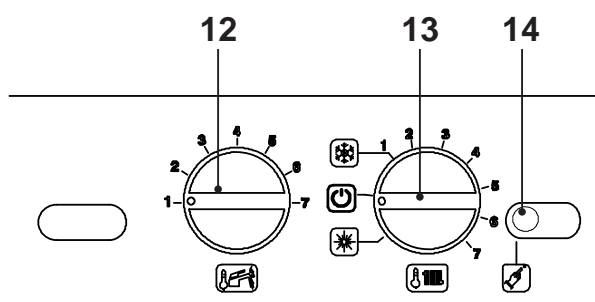

Fig. 7.17
- Per uscire dalla programmazione posizionare il selettore di funzione / manopola regolazione temperatura 13 come indicato in Fig. 7.17.